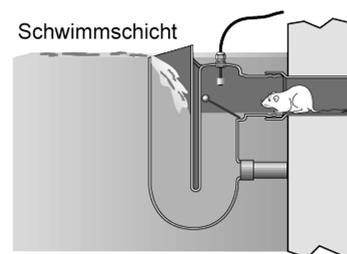

Bild 1
**i** Durch die abgeschrägte Überlaufkante wird die Schwimmschicht von der Wasseroberfläche entfernt und durch den Siphon entsorgt. Bei jedem Überlaufen des Auffangbehälters befüllt sich der Siphon erneut mit Wasser, so dass ein ständiger Geruchsverschluss gegenüber der Entwässerung gewährleistet ist. Bei Rückstau aus der Entwässerung wird ein Signal an die angeschlossene Steuerung gegeben, wo durch Umschaltung auf hausinterne Trinkwasserversorgung die Betriebsbereitschaft der Regenwassernutzungsanlage aufrechterhalten wird. Der Tierschutz (optional erhältlich) verhindert, dass Tiere aus der Entwässerung in den Auffangbehälter eindringen können, siehe Bild 1 und 2.
- Schneiden Sie ein DN 50-Rohr auf die entsprechende Länge ab und setzen es zwischen Auffangbehälterwand und Stutzen des Rückstauwächters ein, siehe Bild 1.